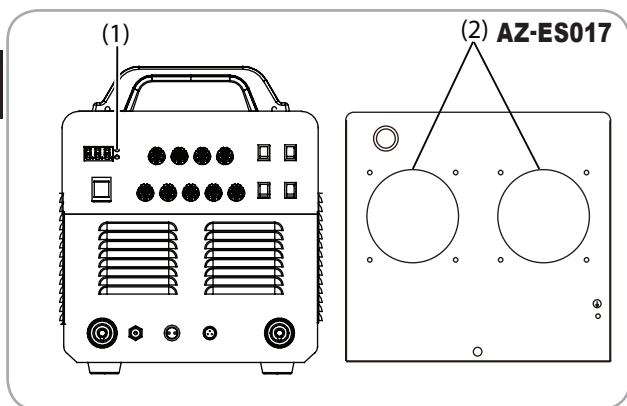
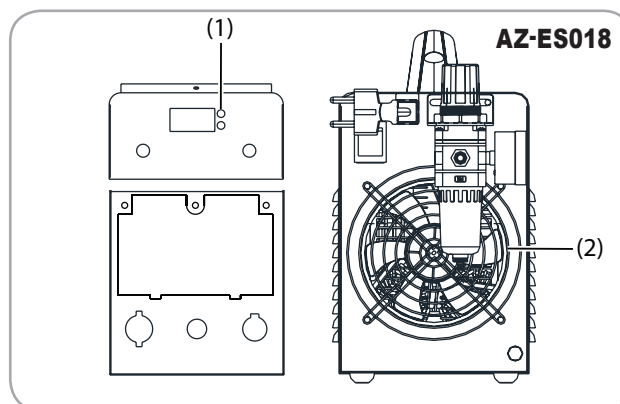

Fig.5
Fig.6
După ce aparatul de sudură a fost instalat conform etapelor descrise anterior, odată cu pornirea, pe display-ul aparatului se declanșează Led-ul de avertizare Fig 5 (1), Fig 6 (1) iar ventilatorul se pune în funcțiune. Fig 5 (2), Fig 6 (2)